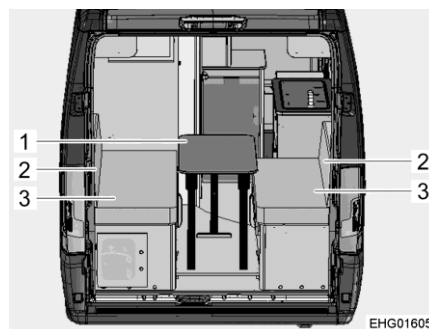

Fig. 64 Antes de la transformación
- Plegar la mesa plegable (Fig. 64,1) y colocarla a un lado o introducirla en el compartimento de almacenamiento situado debajo del pedestal.
- Retirar los dos cojines del respaldo (Fig. 64,2). Los cojines del respaldo constan de 2 segmentos cada uno (un cojín y una cuña). El cojín se utiliza para montar la cama, la cuña puede utilizarse opcionalmente para elevar la cabeza.
- Retirar ambos cojines del asiento (Fig. 64,3).